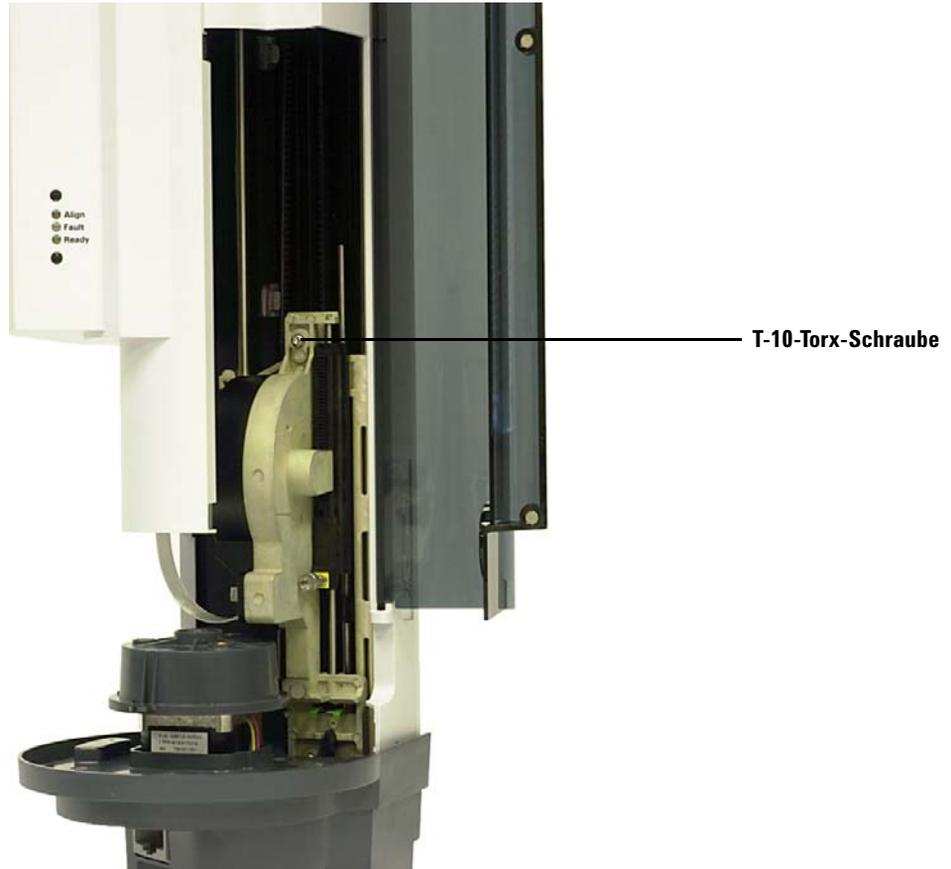

Abb. 99 Entfernen der T-10-Torx-Schraube oben an der Spritzenträgerbaugruppe
- 7 Lösen und entfernen Sie die T-10-Torx-Schraube oben an der Spritzenträgerbaugruppe vollständig (Abb. 99).